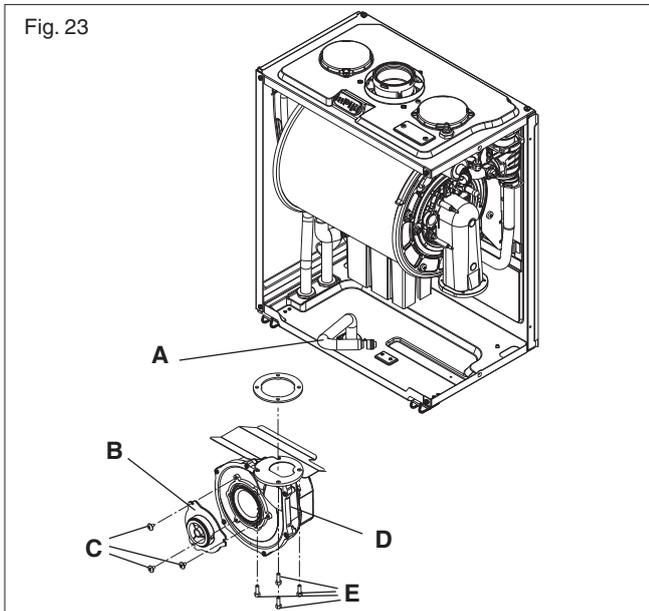

Fig. 23
6.12 FLUE FAN & MIXER (fig. 23)